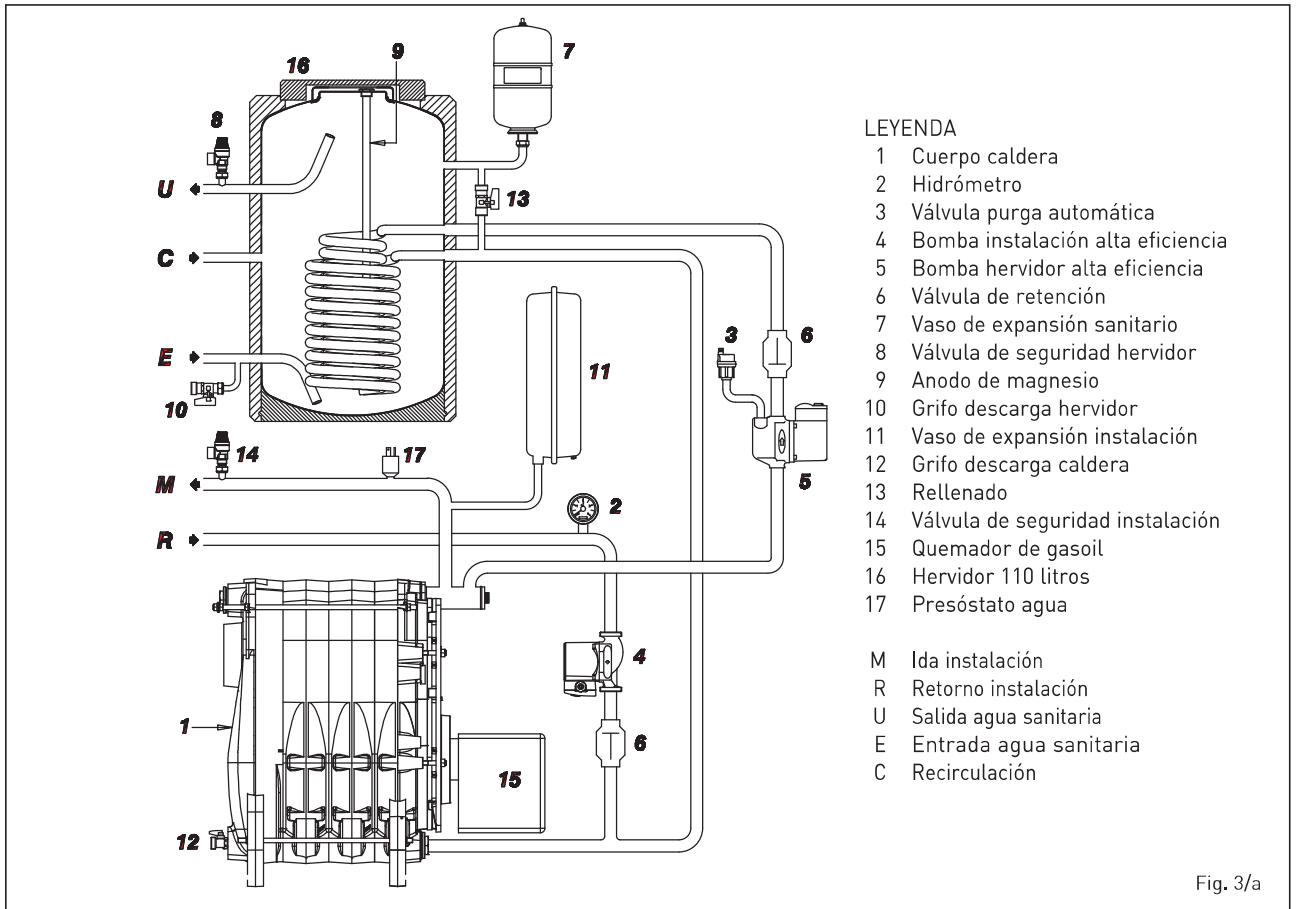

Fig. 3/a
1.5.1 Versión "AQUA 25-35 ErP LN" (fig. 3)
1.5.2 Versión "AQUA 25-35 INOX ErP LN" (fig. 3/a)